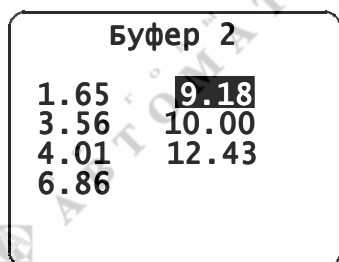

Рис. 27. Выбор значения буфера № 2
- градуировку ЭС по буферному раствору №2 производить аналогичным образом (см. рис. 27 – 29).
Одноточечная градуировка производится аналогично, окна, предназначенные для отображения параметров ЭС в буферном растворе №2 (см. рис. 27 – 29), не отображаются.